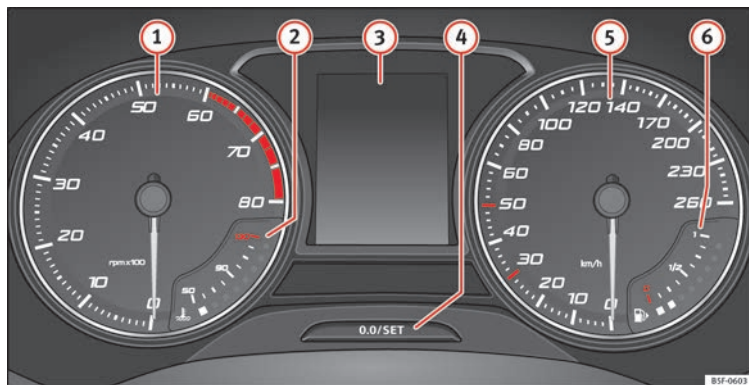

Abb. 120 Display des Kombi-Instruments in der Instrumententafel.
» **Abb. 120:**
Der Drehzahlmesser zeigt die Motordrehzahl pro Minute an » **Abb. 120** ①.
Die Nadel des Drehzahlmessers ① » **Abb. 120** darf den roten Bereich nur für einen kurzen Moment erreichen, andernfalls besteht die Gefahr eines Motorschadens.
Beim Einschalten der Zündung können auf dem Display des Kombi-Instruments » **Abb. 120** ③ je nach Fahrzeugausstattung verschiedene Informationen angezeigt werden:
- Drücken Sie kurz die Taste »» **Abb. 120** , um den Tageskilometerzähler auf 0 zurück zu setzen.
- Zum Einstellen der Uhrzeit die Taste »» **Abb. 120**  länger als 3 Sekunden gedrückt halten, um die Anzeige für Stunden oder Minuten auszuwählen.
Die Taste » » **Abb. 120**  länger als 15 Sekunden gedrückt halten, um die Motorkennbuchstaben (MKB) des Fahrzeugs anzuzeigen. Dazu muss die Zündung ein- und der Motor ausgeschaltet sein.
Die Kühlmitteltemperaturanzeige ❷ » Abb. 120 arbeitet nur bei eingeschalteter Zündung. Um Motorschäden zu vermeiden, beachten Sie bitte die folgenden Hinweise zu den Temperaturbereichen.